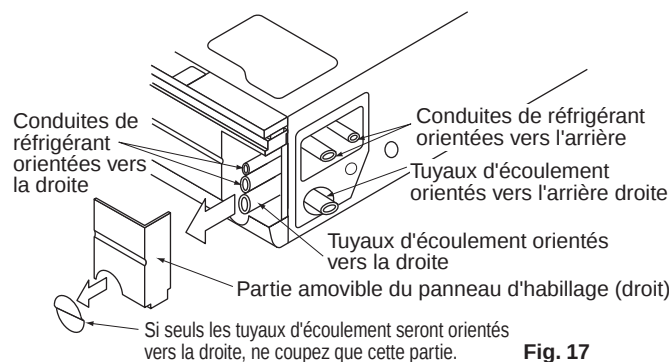

Fig. 17
(Reportez-vous à la Fig. 17)
(3) Pour les conduites orientées à droite.
- Pratiquez une fente dans le panneau d'habillage (droit) et installez les conduites. **(Reportez-vous à la Fig. 17)**